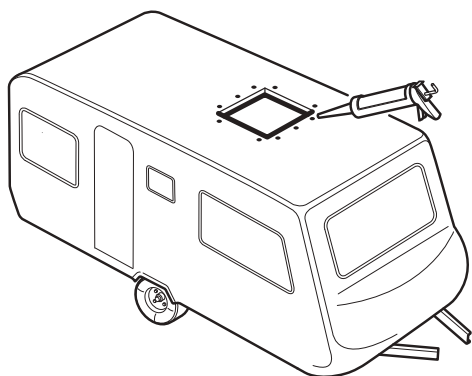

Fig. 8
- ▶ Remplir les trous de vis avec du mastic d'étanchéité (Fig. 8).